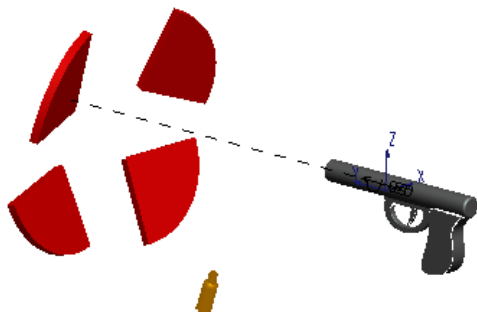

图 10.3.23 创建第四个快照
(4) 创建第四个快照。采用步骤(2)中的方法分别拖动靶子的四个元件部分, 位置如图 10.3.23 所示, 创建第四个快照。
(5) 单击“拖动”对话框中的 **关闭** 按钮。